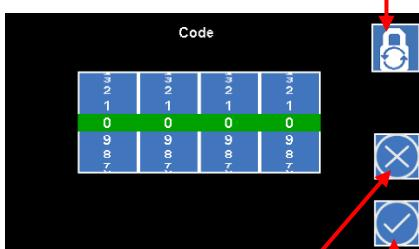

Abbildung 20
1. Drücken Sie im Menü **Messwerte** auf das Icon **Passwort** (1).
2. Stellen Sie den Code mit den Drehrädern ein (siehe Abbildung 20).
2. Drücken Sie auf das Icon **Passwort wechseln** (4) (siehe Abbildung 20).